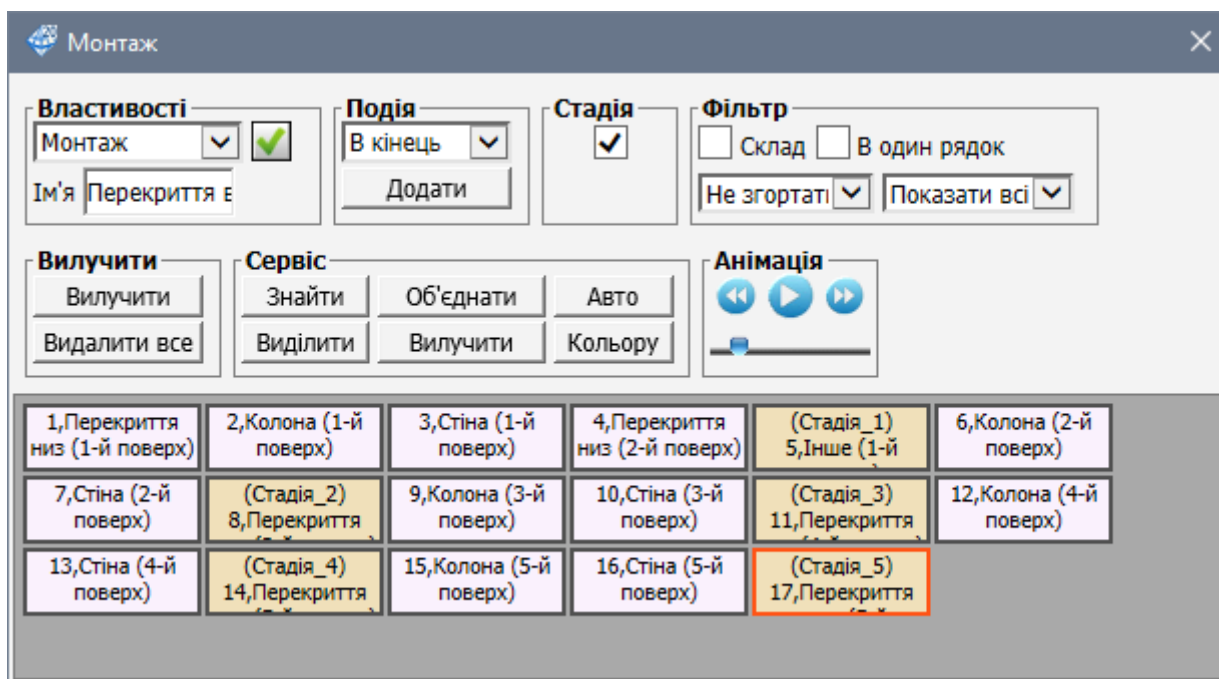

Рис. 23.19. Діалогове вікно **Монтаж**
- Викличте діалогове вікно **Монтаж** (рис. 23.19) натисканням по кнопці  – **Монтаж** (панель **Автоматичне створення** на вкладці **Створення**).
- Встановіть прапорець **Стадія** як описано у попередньому пункті для подій: **8,Перекриття низ (3–й поверх)**; **11,Перекриття низ (4–й поверх)**; **14,Перекриття низ (5–й поверх)**; **17,Перекриття верх (5–й поверх)** (рис. 23.19).